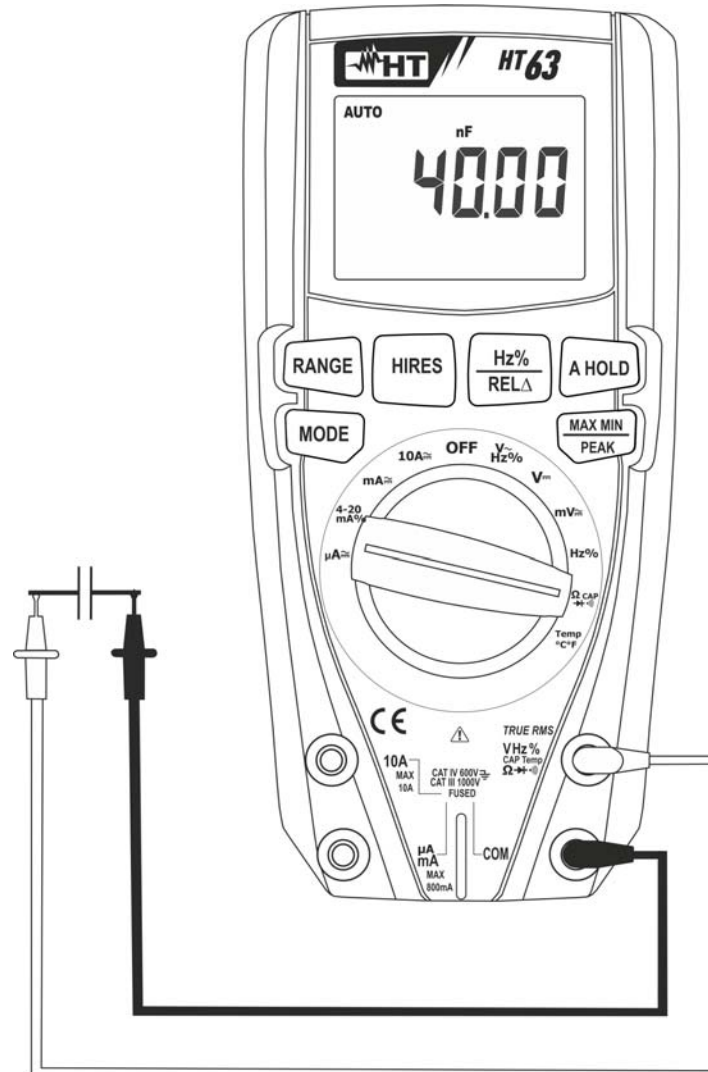

Abb. 7: Verwendung des Gerätes für Kapazitätsmessung
5. Verbinden Sie die Messleitungen mit den beiden Enden des zu messenden Kondensators und dabei achten Sie, wenn nötig, auf die positive (rotes Kabel) und negative (schwarzes Kabel) Polarität (siehe Abb. 7). Der Kapazitätswert erscheint auf dem Display. Der Bargraph ist bei dieser Funktion nicht aktiv.